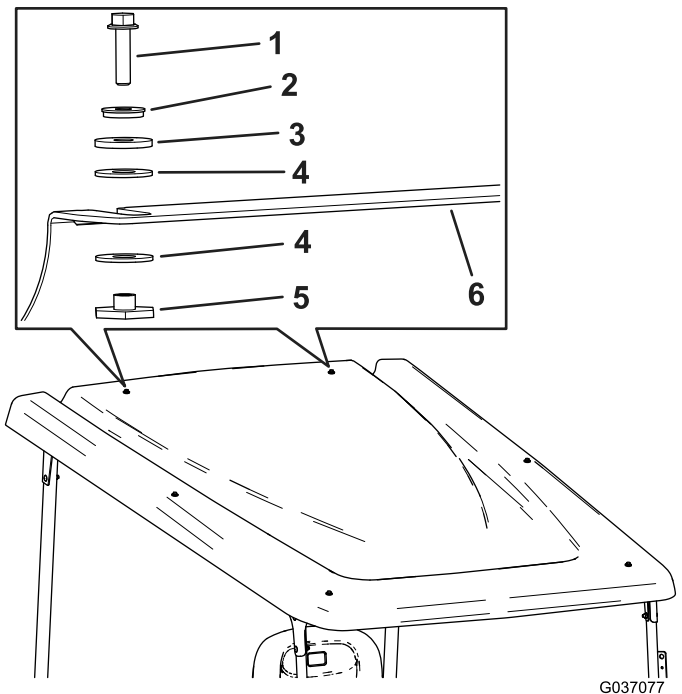

Bild 16
17. Befestigen Sie das Sonnendach mit zwei Sechskantbundkopfschrauben ($\frac{1}{4}'' \times 1''$), zwei Dichtungsscheiben, zwei Reibscheiben, vier Kunststoffscheiben und zwei Bundbüchsen an der hinteren Querverbindung (**Bild 16**).